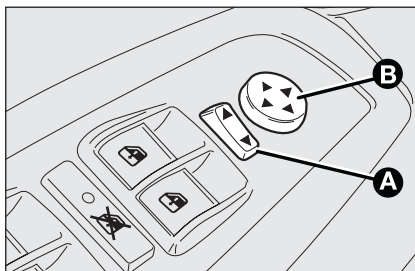

fig. 35
- par le sélecteur **A-fig. 35** sélectionner le rétroviseur (gauche ou droit) sur lequel effectuer le réglage;